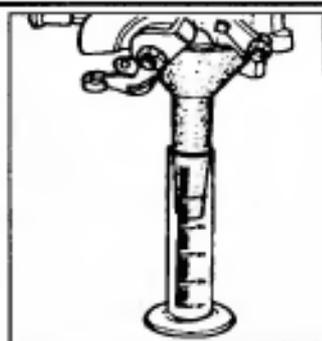

Рис. 7 Измерение объема впрыска ускорительного насоса
- Установите карбюратор над мерным сосудом и воронкой так, чтобы топливо, впрыскиваемое в первичную камеру, могло собираться в мерном сосуде (Рис. 7).